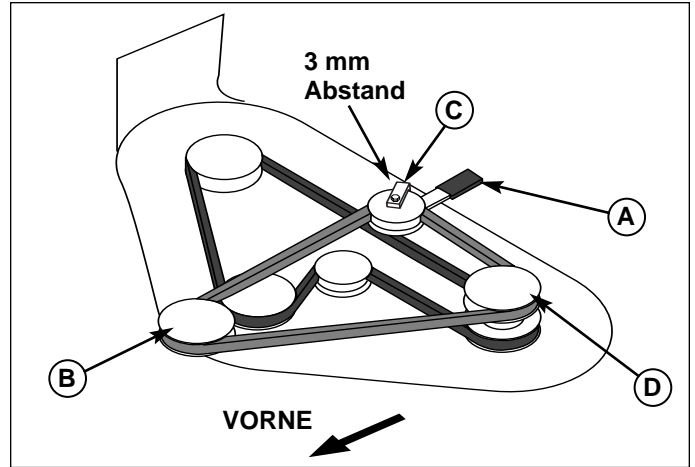

Abb. 41. Riemenführung Mähwerk
2. Den Zwischenhebel (A, Abb. 41) bewegen, um die Riemen spannung zu lösen. Den Riemen von der Riemenscheibe der Zapfwellenkupplung abnehmen.
3. Mutter und Sicherungsscheibe, die die Riemenscheibenführung sichern, lösen (C, Abb. 41).
6. Siehe Abb. 41. Riemenscheibenführung (C) wieder in ihre ursprünglichen Positionen bringen. Zwischen der Riemenführung und den Riemenscheiben muß ein Abstand von 3 mm bestehen.